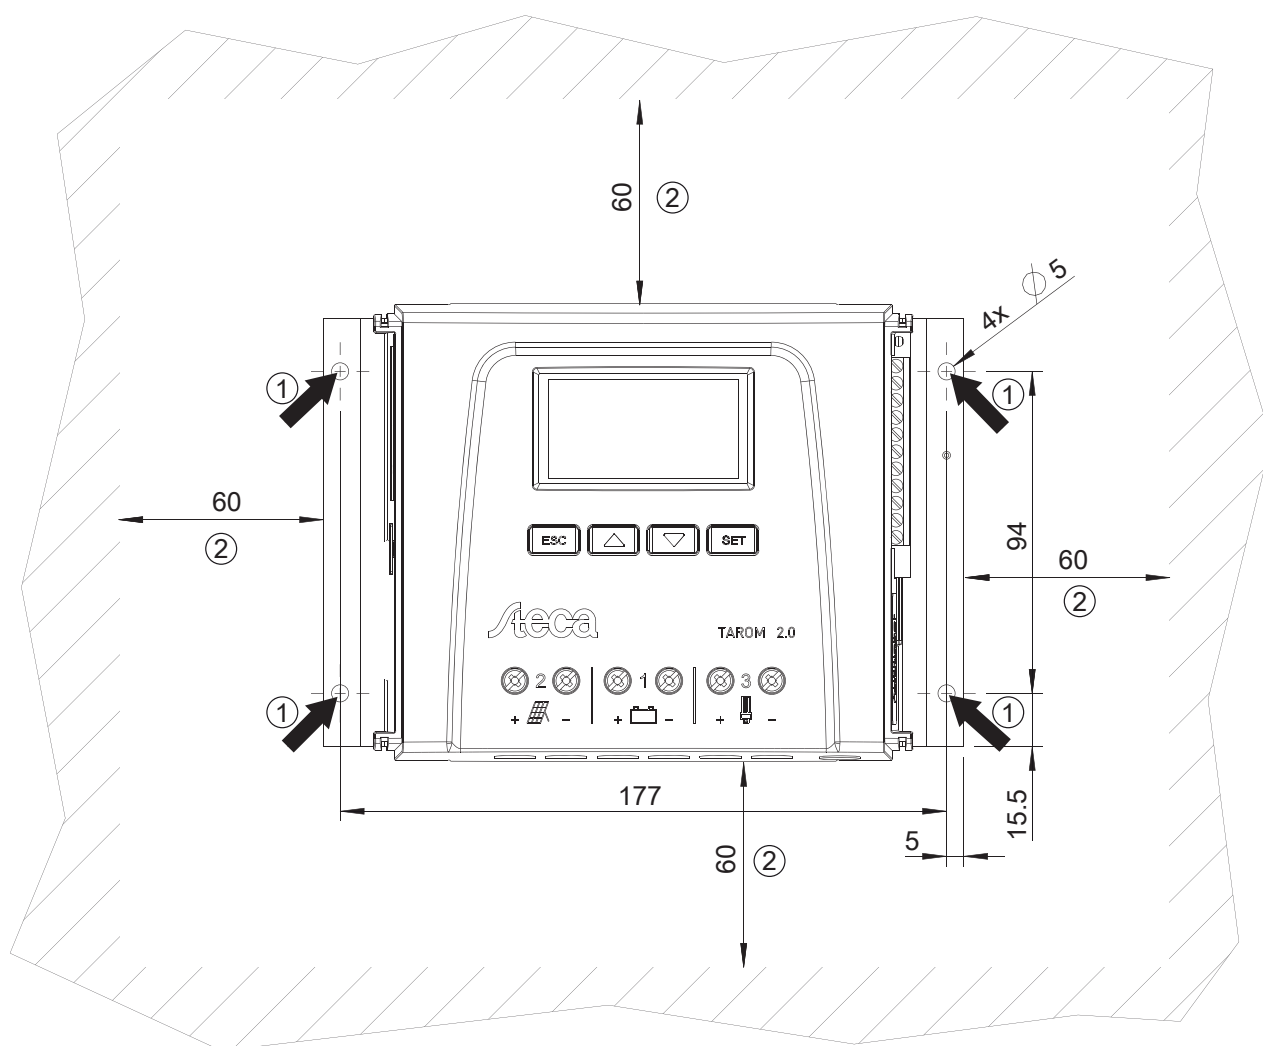

Fig. 4: Ouvertures de fixation ① et espaces libres ②
- La zone autour du régulateur présente de toutes parts un espace libre minimal de 60 mm. L'espace libre fait référence au régulateur *sans* les caches ; voir la position ② de la fig. 4.
- Ne percez pas à travers les ouvertures de fixation ① (fig. 4).
3. ➔ Posez le régulateur en position horizontale sur la surface de montage et dessinez les trous de montage à travers les ouvertures de fixation ①.